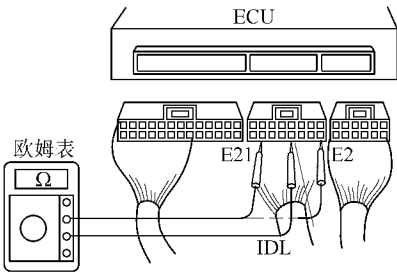

图 2-142 测量配线接插件
1) 拆下中央立柱的装饰物，从 ECU 拔出配线接插件，测量配线接插件各端子之间的电阻，如图 2-142 所示。